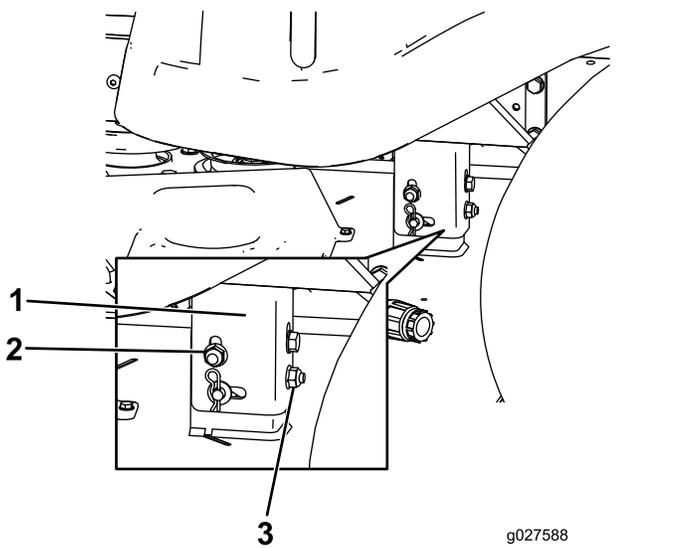

Bild 67
8. Drehen Sie die hintere Sicherungsmutter, um die linke Seite des Mähwerks anzuheben oder abzusenken (Bild 67).
Hinweis: Drehen Sie die hintere Sicherungsmutter nach rechts, um das Mähwerk anzuheben, oder nach links, um es abzusenken (Bild 67).